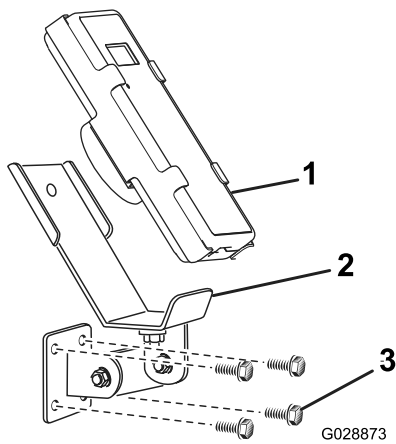
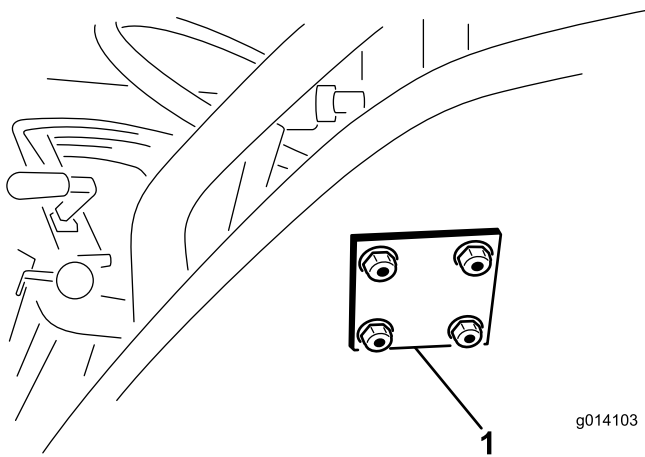

図 14
図 15
3. ブラケットとバックングプレートを取り付けるフランジヘッドボルト 5/16 x 1½" 4本とフランジロックナットを使用する 図 14 と 図 15。